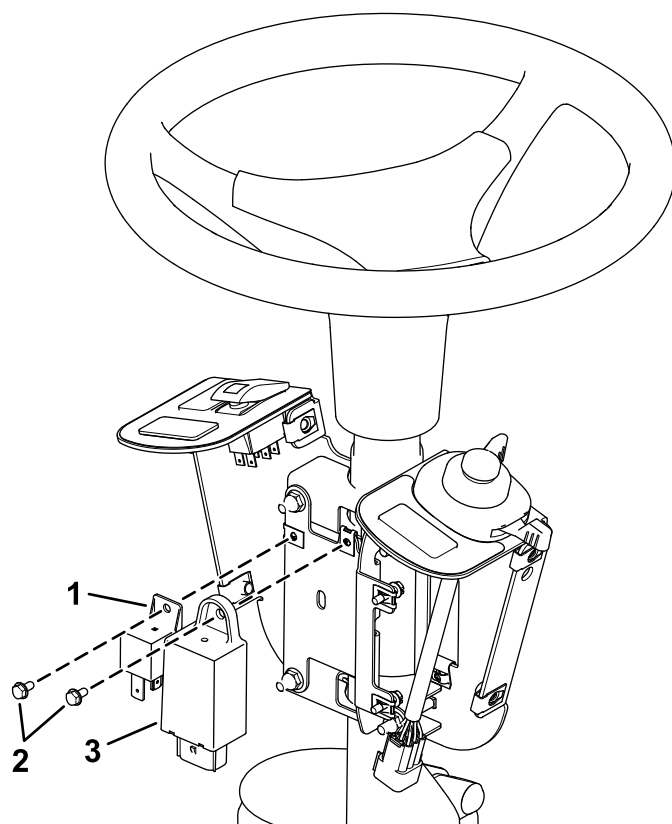

Figure 7
4. Fixez la centrale clignotante et le relais sur la plaque de montage de fusible à l'aide de 2 vis (n° 10 x 3/8 po), comme montré à la Figure 7.